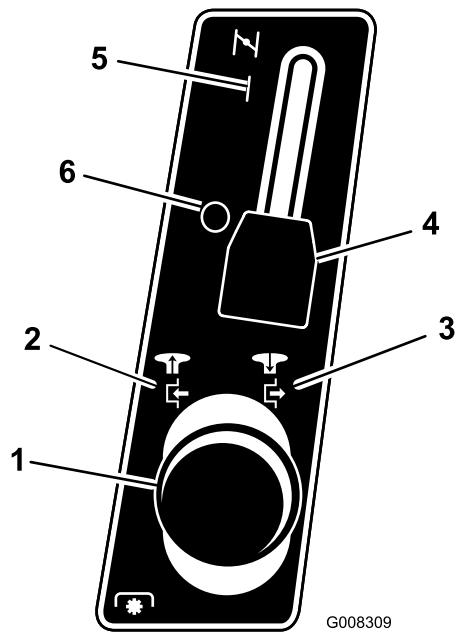

Figura 11
4. Desengrane las cuchillas (PTO). Consulte Figura 11.